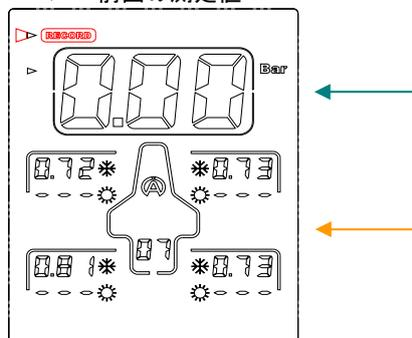

図 1
- 1) これらのボタンを使用し  《 RECORD 》アイコンを選択して下さい (図 1)